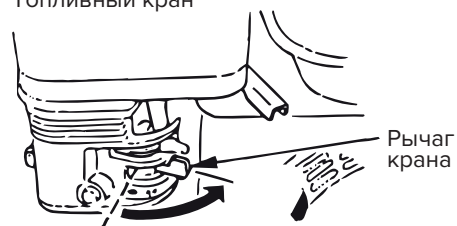

Рис.2
1. Откройте топливный кран (рис. 2).